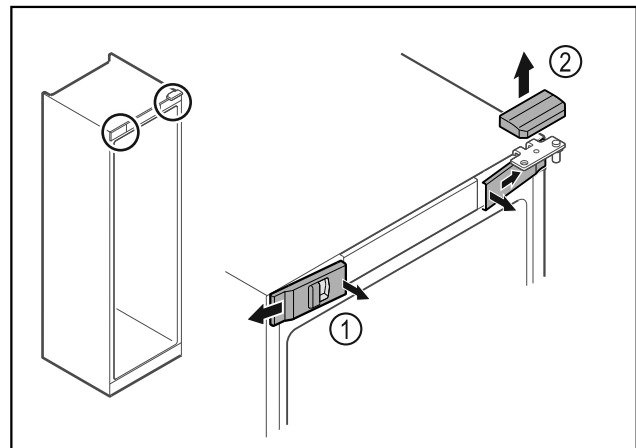

Fig. 12
- ▶ Izvadite prednje poklopce Fig. 12 (1) iznutra i skinite ih na stranu.
- ▶ Skinite gornji poklopac Fig. 12 (2) prema gore.